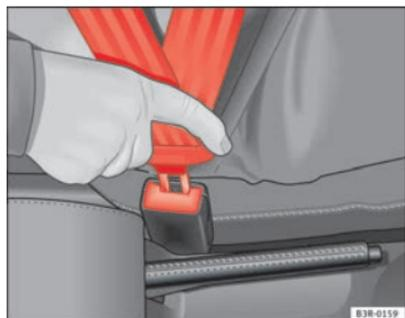

Fig. 11 Cierre y lengüeta del cinturón de seguridad
- Introduzca la lengüeta en el cierre del asiento correspondiente hasta que encastre ⇒ fig. 11.